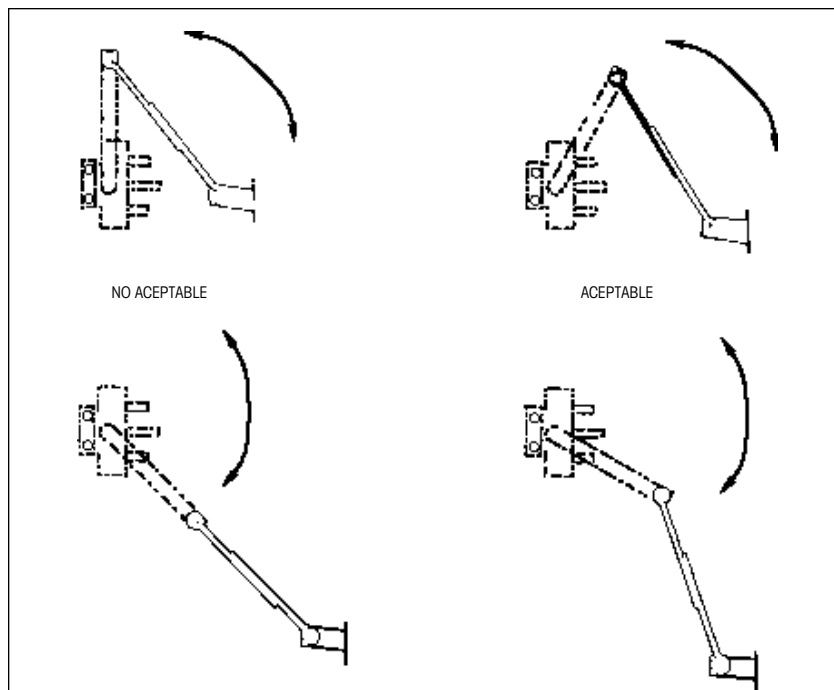

Figura 39. Viaje del componente de control de altura
3. Articule la suspensión en todo su viaje para asegurarse que se hayan proporcionado los espacios libres adecuados de los componentes. Se debe poner atención especial a los componentes de unión de la válvula de control de altura (Figura 39) y a la longitud del brazo de la válvula de control de altura, según se especifica en el dibujo de ensamble de la suspensión.